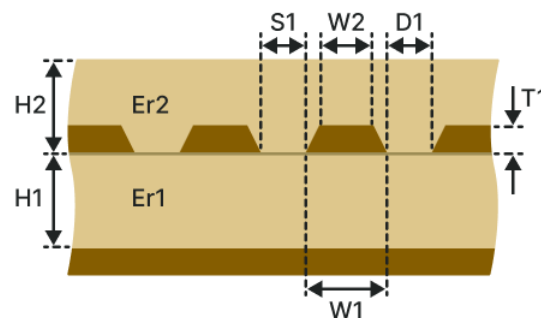

Рис. 182 Копланарная дифференциальная заглубленная ЛП с опорным слоем (КДЗОС-1Н1В)
- Копланарная дифференциальная заглубленная ЛП с опорным слоем (КДЗОС-1Н1В), см. Рис. 182.